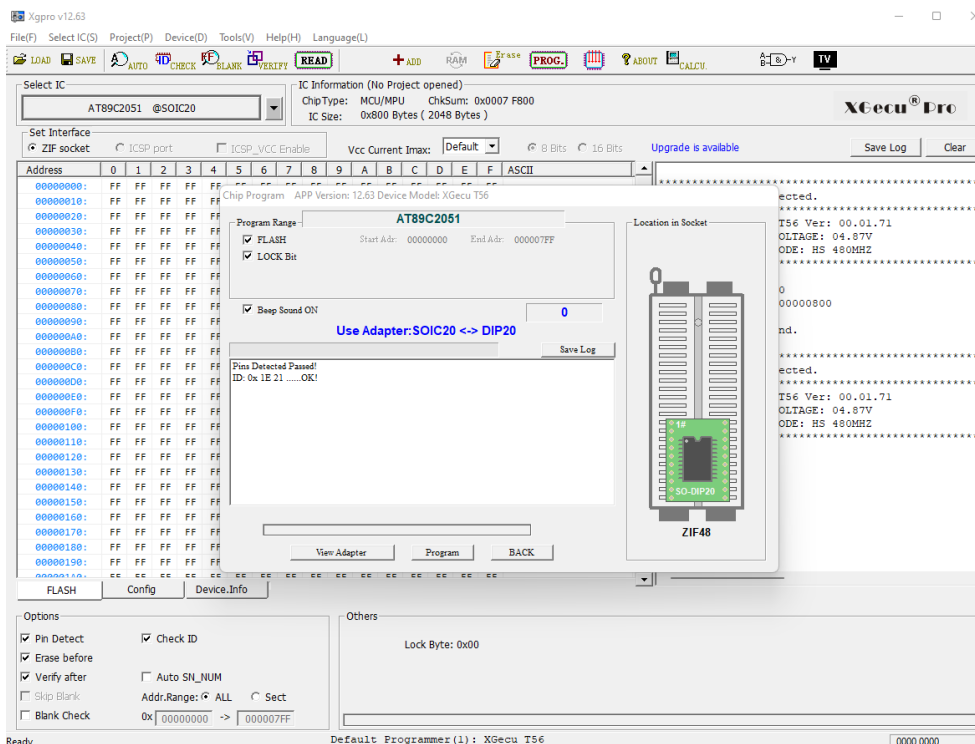

Рисунок 9 – Программирование микросхемы в программе Xgrго
3.4 Загрузка встроенного ПО в микросхему AT89C2051-24SU (рисунок 9) производится в следующем порядке: